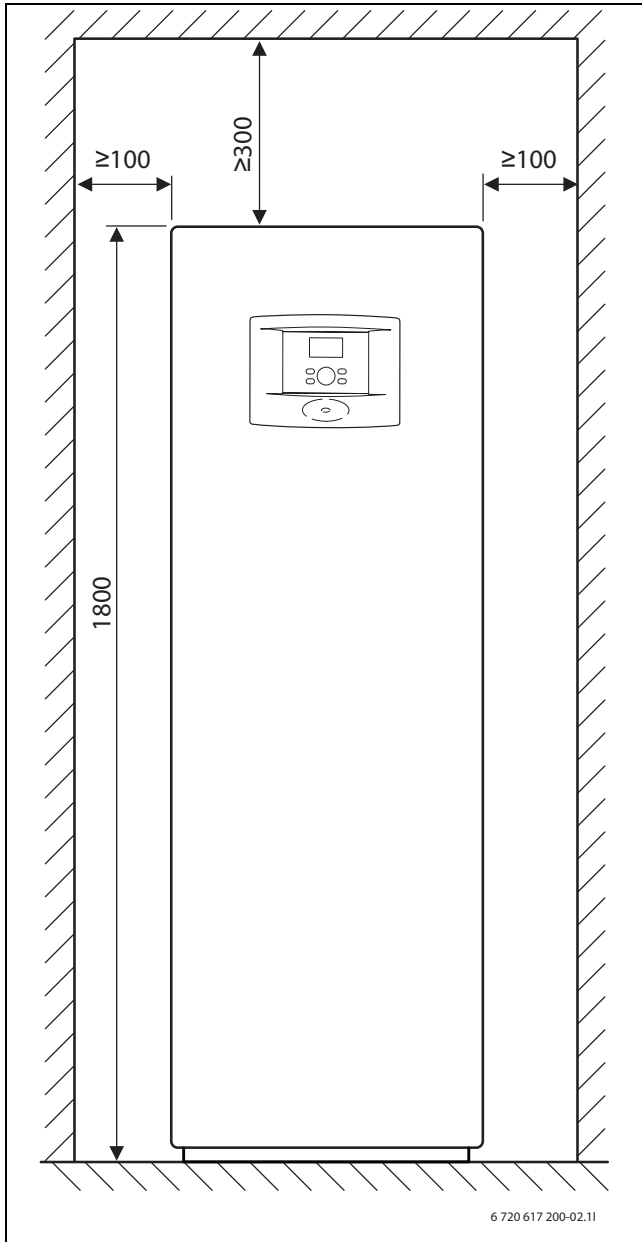

Bild 60 Mindestabstände der Wärmepumpen
- STM ...-1 → Bild 60, Seite 81